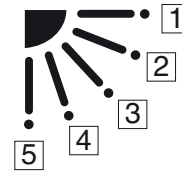

Fig. 7-11
* Datos de ajuste “ *YYYY* ” (consulte la Fig. 7-11)
Cuando la posición de la aleta está establecida en o y la unidad se encuentra en el modo de refrigeración o de secado, la posición de la aleta se desplaza hasta y se inicia el funcionamiento. (consulte la Fig. 7-11)
La aleta oscila durante el funcionamiento bajo “Ajuste de la aleta de forma independiente”. En este momento, las aletas no seleccionadas se desplazan hasta la posición . (consulte la Fig. 7-11)